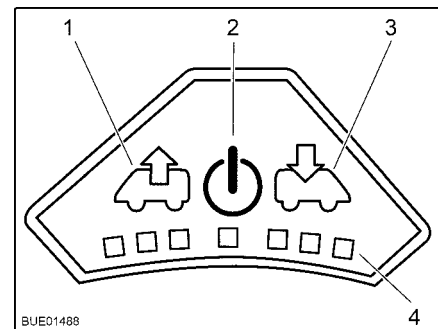

Bild 116 Fläkttreglage
- Tryck på på/av-knappen (Bild 116,2). Fläkten går i komfortläge (vädring med lägsta fläktvarvtal).
- För att höja fläktvarvtalet: Tryck på vädringsknappen (Bild 116,1). Fläktvarvtalet i vädringsriktningen ökar en nivå. Lysdioderna (Bild 116,4) visar de olika nivåerna.
- För att minska fläktvarvtalet: Tryck på ventilationsknappen (Bild 116,3). Fläktvarvtalet minskar en nivå.
- För att höja fläktvarvtalet: Tryck på ventilationsknappen (Bild 116,3). Fläktvarvtalet i ventilationsriktningen ökar en nivå. Lysdioderna (Bild 116,4) visar de olika nivåerna.
- För att minska fläktvarvtalet: Tryck på vädringsknappen (Bild 116,1). Fläktvarvtalet minskar en nivå.
- Tryck på på/av-knappen (Bild 116,2). Fläkten stannar och lamporna släcks.